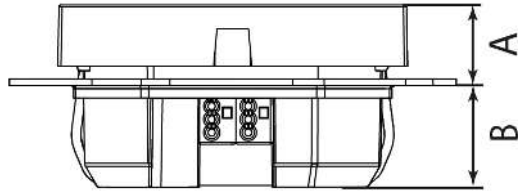

Bild 11: Einbaumaße
**Einbaumaße (siehe Bild 11)**